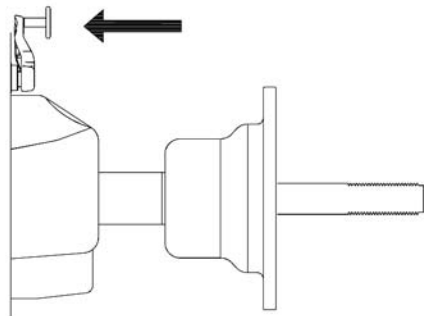

Figure 35
1. S'assurer que le levier de mesure est en position de rangement et qu'aucune roue n'est montée sur l'arbre (fig. 35).